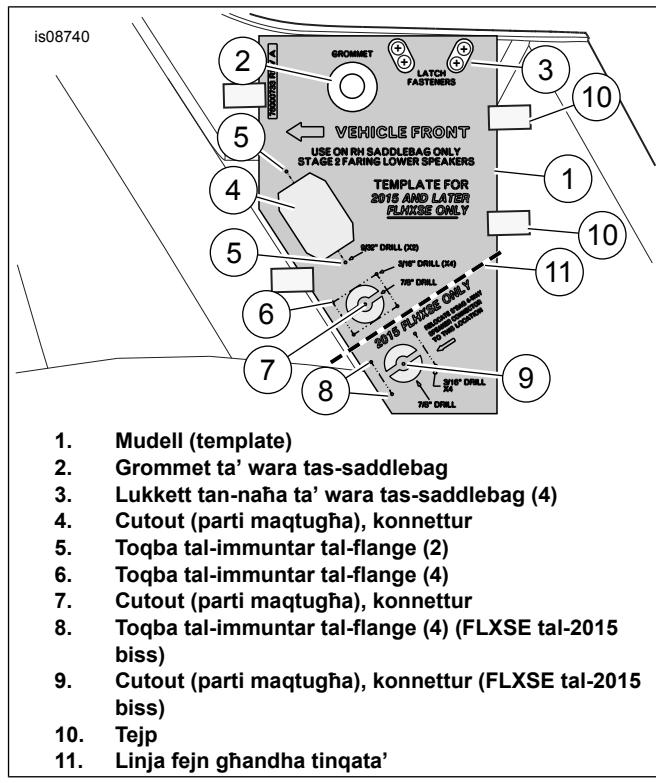
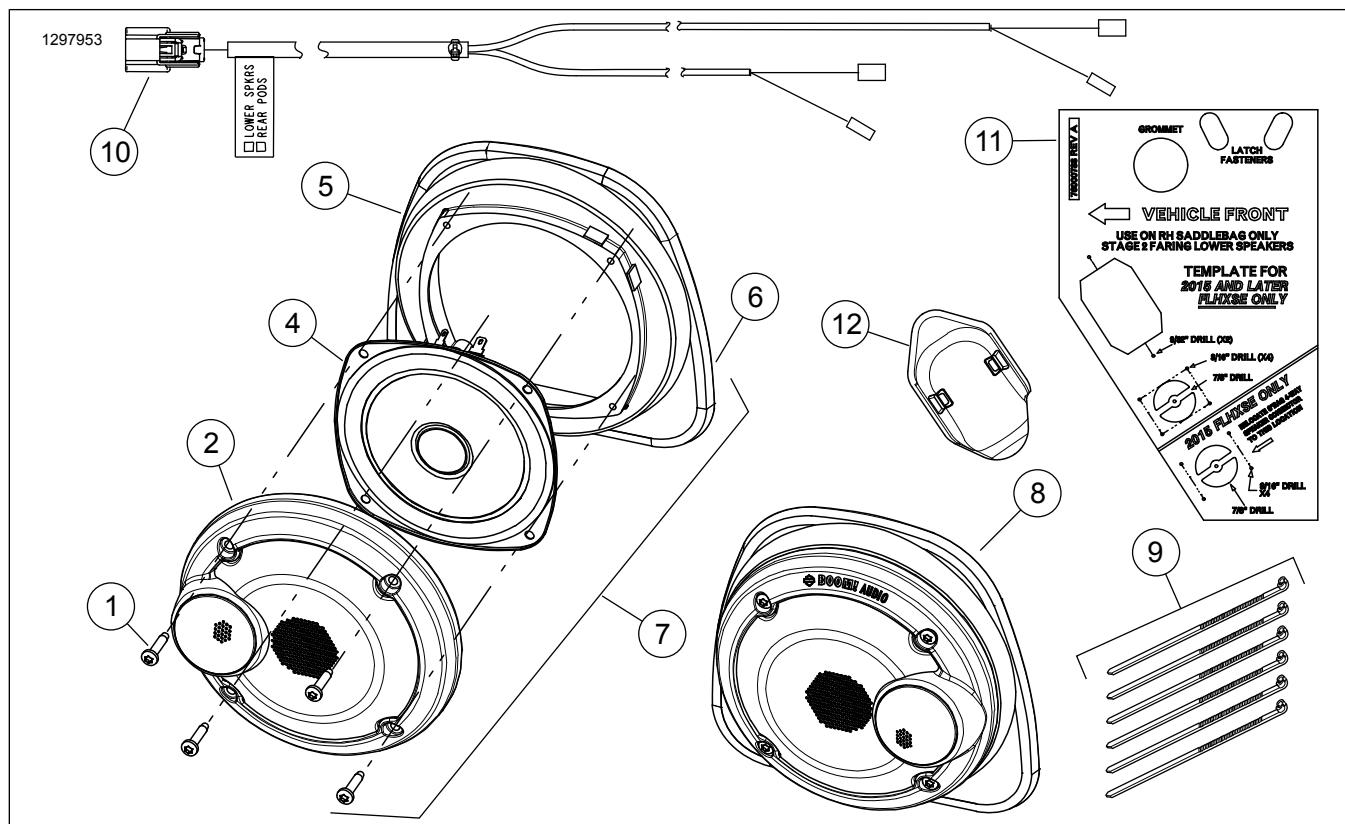

Figura 3. Cutout u Titqib tal-Installazzjoni tal-Arneż (Harness) tas-Saddlebag tal-Lemin
Figura 4. Parts tas-Service, Speakers tal-Fairing ta' Isfel
Ara Figura 4 u Tabella 1.
- Ara Figura 4 . **Stage I:** Ghaddi l-leads iż-żgħar tat-terminal ta' fuq l-arnež tal-wajer (harness) (10) għal fuq il-fairing ta' isfel. **Stage II:** L-arnež tal-wajer (harness) (10) ma jintużax. Armi l-arnež tal-wajer (wire harness). Ghaddi l-arnež tal-ġenb tal-vettura (side harness) skont l-istruzzjonijiet tal-kit tal-installazzjoni tal-amplifikatur. **ITTAQQABX** toqob fin-naħha t'isfel tal-fairing.
Ikkonnettja [313] mal-arnež tal-wajer (wire harness) (10). Ara Figura 4 . Ipproċedi għas-Seqżjoni ta' TLESTIJA.
1. Ara Figura 3 . Uža l-galvu (template) (1) biex taqta' l-aperturi fis-saddlebag għall-18-way flanged connector tal-amplifikatur [289-1] **tal-fairing ta' isfel**.
- b. Poġġi l-galvu (template) fuq is-saddlebag. Allin ja l-aperturi ta' fuq il-grommet (2) u l-lukkett (3). Uža t-tape (10) biex twaħħal il-galvu (template) tajjeb fil-post.
- d. Ikkopja l-profil tal-linja fejn irid isir il-qtugħ (4) fuq is-saddlebag. Ikkopja l-profil tal-linja fejn irid isir il-qtugħ (7) fuq is-saddlebag. Ikkopja l-profil tal-linja fejn irid isir il-qtugħ (9) fuq is-saddlebag.
- e. Taqqab żewġ toqob 9/32 (5) għall-postijiet tal-immuntar tal-flange tal-konnettur. Taqqab ħames toqbiet 3/16 (6) għall-postijiet tal-immuntar tal-flange tal-konnettur. Taqqab ħames toqbiet 3/16 (8) għall-postijiet tal-immuntar tal-flange tal-konnettur.
- f. Aqla' l-galvu (template). Uža air saw (surrieq imħaddem bl-arja) jew ghoddha simili biex taqta' l-parti li trid tinqata' (cutout) (4) fil-konnettur. Ivverifika d-daqqs tal-apertura (4) mal-18-way flanged connector [289-1A] ta' fuq is-saddlebag harness (ara Figura 4 , Punt 7). Jekk meħtieġ, biex ikun jista' jidħol f'postu sewwa, ifforma t-toqba kif jidher fuq il-galvu (template).
- a. Aqta' l-qiegħ tal-galvu (template) matul il-linja fejn irid isir il-qtugħ (11). Armi l-qiegħ tal-galvu (template).
- c. Poġġi l-galvu (template) fuq is-saddlebag. Allin ja l-aperturi ta' fuq il-grommet (2) u l-lukkett (3). Uža t-tape (10) biex twaħħal il-galvu (template) tajjeb fil-post.
- e. Ikkopja l-profil tal-linja fejn irid isir il-qtugħ (4) fuq is-saddlebag. Ikkopja l-profil tal-linja fejn irid isir il-qtugħ (7) fuq is-saddlebag. Ikkopja l-profil tal-linja fejn irid isir il-qtugħ (9) fuq is-saddlebag.
- f. Taqqab żewġ toqob 9/32 (5) għall-postijiet tal-immuntar tal-flange tal-konnettur. Taqqab ħames toqbiet 3/16 (6) għall-postijiet tal-immuntar tal-flange tal-konnettur.
- g. Aqla' l-galvu (template). Uža air saw (surrieq imħaddem bl-arja) jew ghoddha simili biex taqta' l-parti li trid tinqata' (cutout) (4) fil-konnettur. Ivverifika d-daqqs tal-apertura (4) mal-18-way flanged connector [289-1A] ta' fuq is-saddlebag harness (ara Figura 4 , Punt 7). Jekk meħtieġ, biex ikun jista' jidħol f'postu sewwa, ifforma t-toqba kif jidher fuq il-galvu (template).
- h. Wara li tinstalla l-18-way connector [289-1]: Installa l-kopertura tal-konnettur (12) fuqu billi tikklikkjaha fil-post. Orbot tajjeb il-gzuz tal-wajers bl-istrippi (cable straps) u bil-bażiżiet adeżvi pprovduti mal-kit tal-installazzjoni tal-amplifikatur. Lesti Stage II tal-installazzjoni tal-amplifikatur skont l-istruzzjonijiet f'dak il-kit.
Ara Figura 3 , Items 6 u 7.